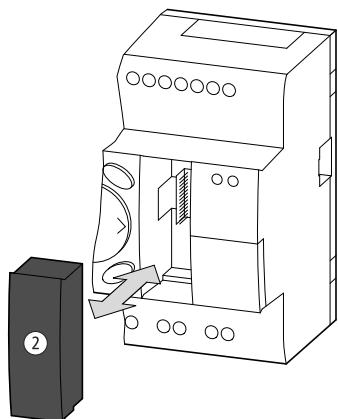

Abbildung 29: Stecken und Entfernen einer Speicherkarte ②
- ▶ Entfernen Sie die Abdeckung von der Schnittstelle und stecken Sie die Speicherkarte, → Abbildung 29.